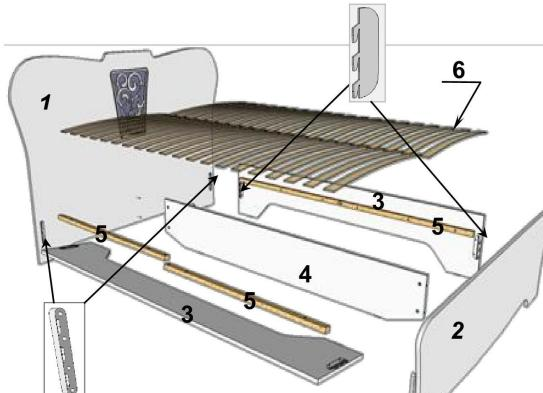
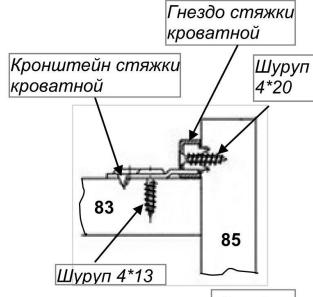

Рис.1
Рис.2
- Шипы кронштейна стяжки кроватной вставьте в отверстия на внутренней стороне спинки ножной (поз.2), спинки головной (поз.1) как показано на рис. 1. и закрепите их на шурупы 4*13 (смогри рис. 2).
- На царги (поз.3) установите гнездо стяжки кроватной на шурупы 4*20 (смогри схему сборки и рис.2) по имеющимся наколкам.